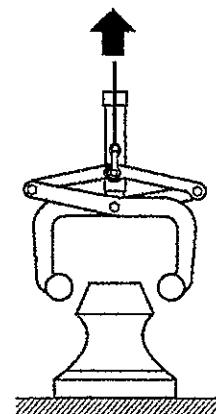

図7
- (8) クレーンフックを巻き上げて下さい。クランプが自動的に開放状態となり、クランプのみ吊り上がります。(図7)